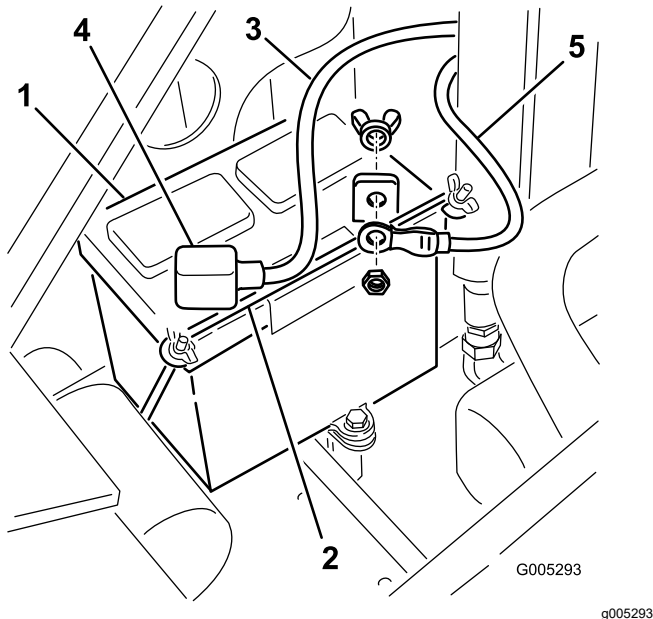

Figure 45
4. Enlevez les écrous à oreilles et la barre de fixation de la batterie (Figure 45).
5. Débranchez le câble négatif (noir) de mise à la masse de la borne de la batterie (Figure 45). Conservez les fixations.
7. Débranchez le câble positif (rouge) de la borne de la batterie (Figure 45). Conservez les fixations.